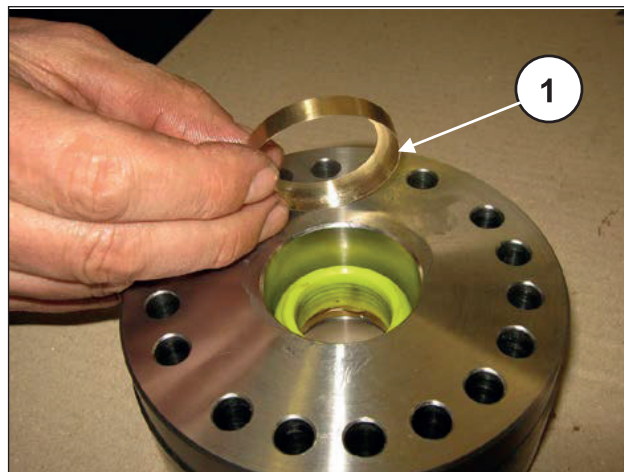
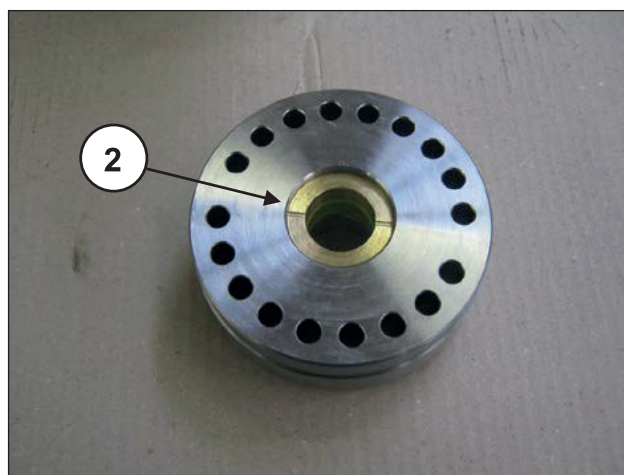
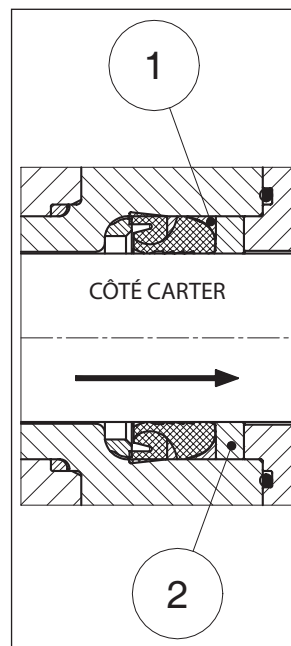

Fig. 201
Fig. 202
Fig. 203
Introduire la bague anti-extrusion et la douille des joints (rep. ① et ②, Fig. 201 - Fig. 202 et Fig. 203).
Introduire la douille des joints ② dans le support du joint HP avec les deux orifices d'évacuation tournés vers l'extérieur (côté carter) comme le montre la Fig. 203.